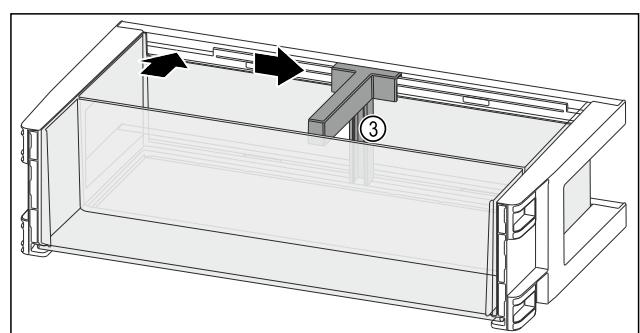

Fig. 99
- Držák lahví Fig. 99 (3) vložte do vybrání.
- Držák lahví Fig. 99 (3) posuňte na stranu do požadované polohy.